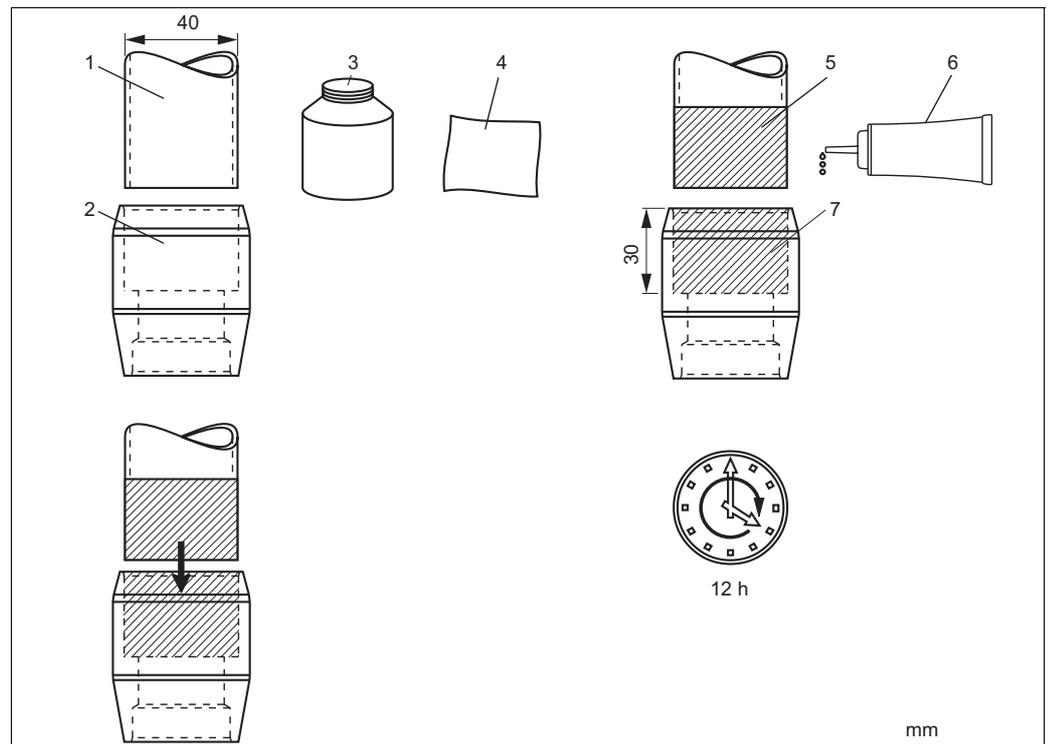

Fig. 8: Installazione dei componenti
1. Pulire il raccordo (→ Fig. 8, pos. 2) e l'estremità del tubo (pos. 1) o, per la versione da 45°, l'estremità del tubo da 90 mm con un panno (pos. 4) e del detergente finché non sono più presenti tracce di grasso e sporco, quindi asciugare completamente.
2. Applicare l'adesivo PVC (pos. 6) all'interno del raccordo (pos. 7).
3. Applicare uno spesso strato di adesivo PVC all'esterno dell'estremità del tubo (pos. 5) o, per la versione a 45°, del tubo da 90 mm.